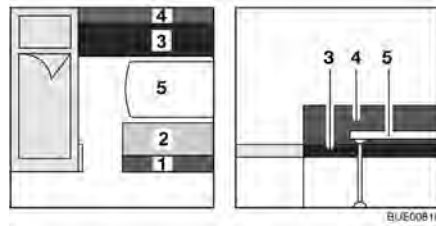

Bild 92 Före ombyggnaden
- Bygg om bordet (Bild 92,5) till sängbotten (se avsnitt 6.11).
- Tag bort ryggdynorna (Bild 92,1 och 4) och sittedynorna (Bild 92,2 och 3).